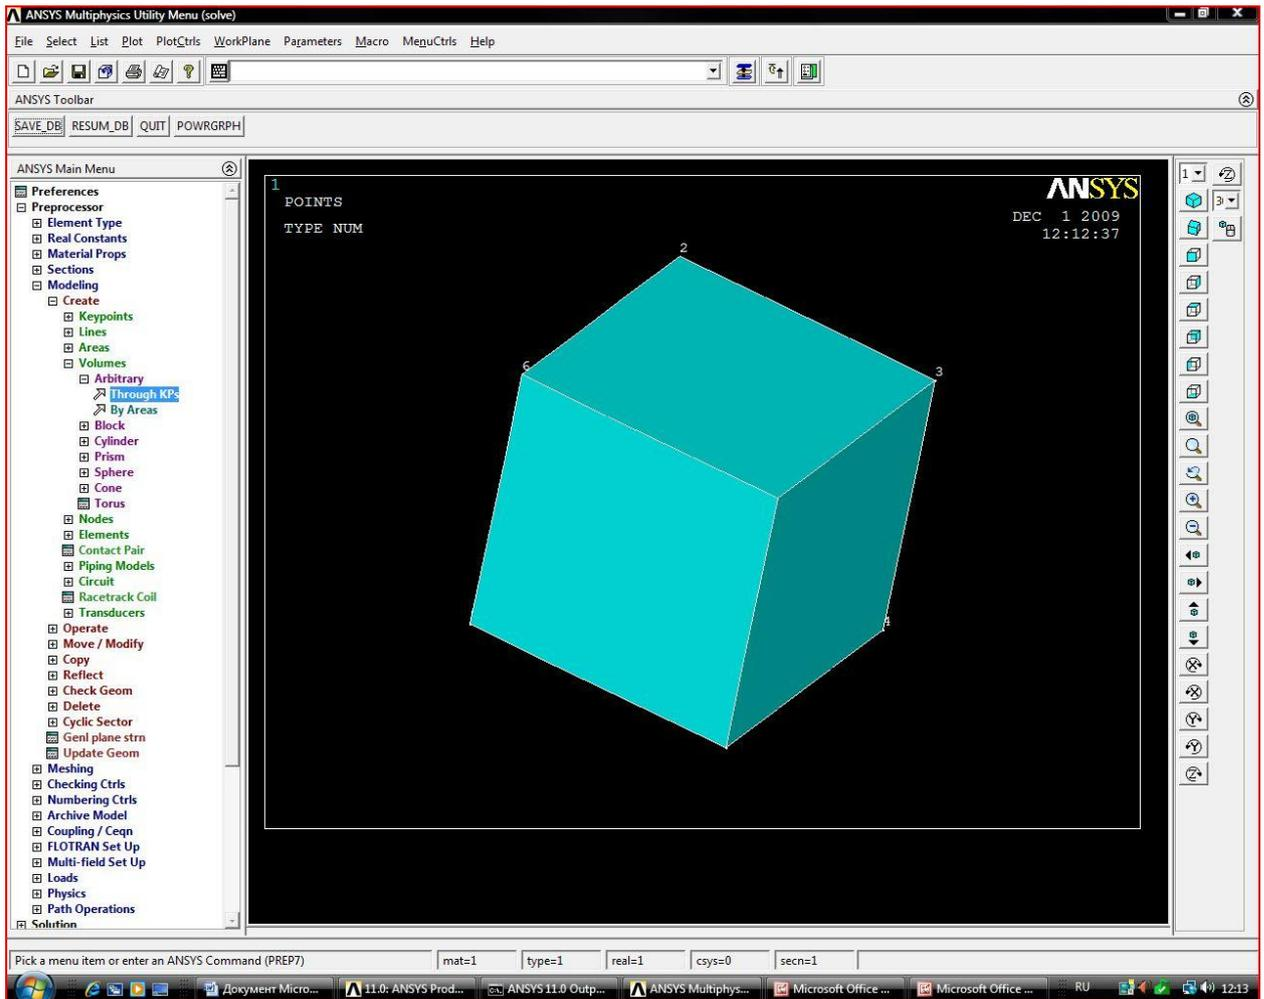

Рисунок 1.16 – Объем по точкам
2.19.3. Последовательно курсором выбрать точки KP1, KP2, KP3, KP4, KP5, KP6, KP7 и KP8 (рисунок 1.16).